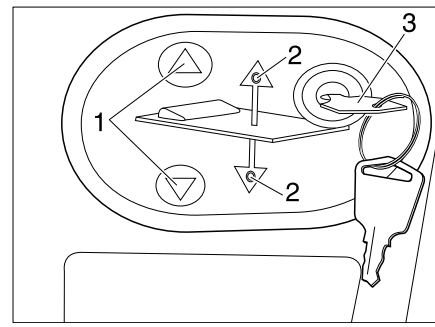

Fig. 162 Pannello di comando del letto basculante elettrico
- Inserire la chiave (Fig. 162,3) nel pannello di comando.
- Premere e tenere premuto il tasto  o  (Fig. 162,1). Il rispettivo LED (Fig. 162,2) si accende e il letto basculante si abbassa o si solleva.
- Al raggiungimento della posizione desiderata rilasciare il tasto  o  (Fig. 162,1). Il rispettivo LED (Fig. 162,2) si spegne.
- Estrarre la chiave (Fig. 162,3).